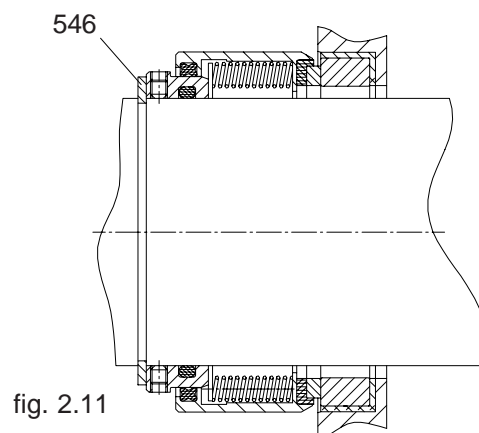

fig. 2.11
d) Asafdichting met roestvaststalen huls - type "X" (fig. 2.11)